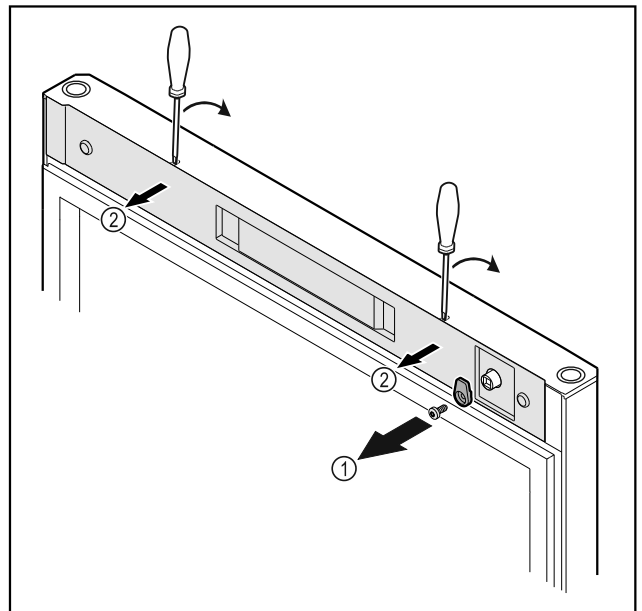

Fig. 12 \*
- ▶ Kruvige sulgemiskonks Fig. 12 (1) maha.\*
- ▶ Haakige kate Fig. 12 (1) väikese kruvikeerajaga lahti ja võtke maha.\*